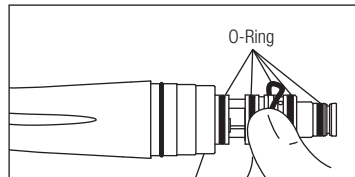

Abb. 8
- 2) Entfernen Sie vorsichtig jeden O-Ring mit Ihrem Daumen. (Abb. 8)